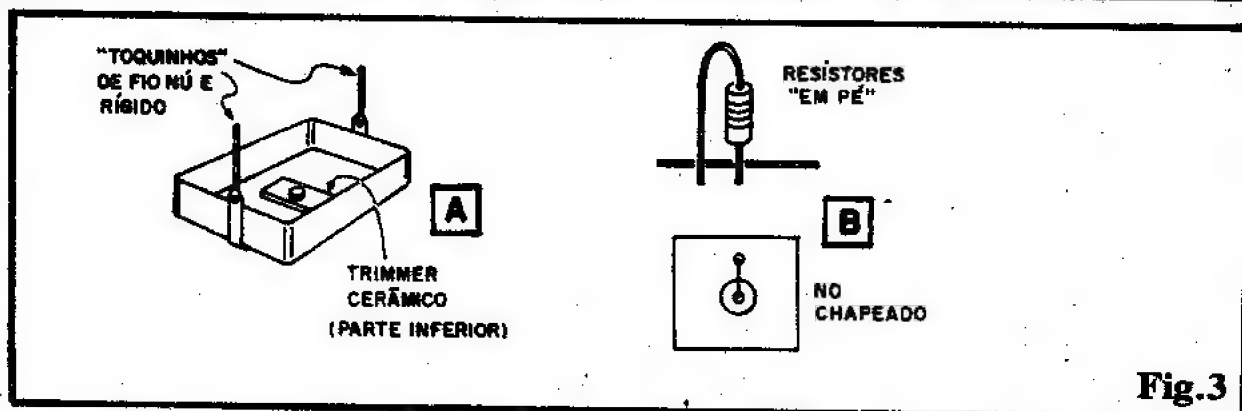

Fig.3
- FIG. 3 - DETALHES SOBRE COMPONENTES E POSICIONAMENTOS - O pequeno trimmer (capacitor ajustável) cerâmico, de 3-30p, normalmente apresenta terminais muito curtos e grossos para uma inserção e soldagem diretas à placa... Toma-se, então, necessária uma preparação "mecânica", cuja essência está ilustrada em 3-A: basta cortar dois "toquinhos" de fio rígido e nú (pouco mais de 1 cm. cada), e soldá-los, previamente, aos terminais normais do dito trimmer... Com isso, obtemos convenientes "prolongamentos" das "pernas" do componente, facilitando a sua ligação à placa... Outro ponto importante: na busca da mais intensa compactação possível, a montagem do MICROTRANS requer o posicionamento "em pé" dos resistores do circuito ("deitados" sobre a placa, eles ocupariam mais espaço do que desejamos "conceder"...). A fig. 3-B mostra, em perfil, como tais componentes devem ter seus terminais inseridos nos furos da placa, de modo a "gastar" a menor área possível... Junto à vista em perfil, temos uma codificação de como o componente (resistor) é estilizado no "chapeado" da montagem, ou seja: no diagrama do lado não cobreado da placa (veremos à frente...). Fazemos essa "ressalva visual" unicamente porque esse não é o estilo normal das montagens/chapeados de APE... Normalmente, em placas mais "folgadas", costu-